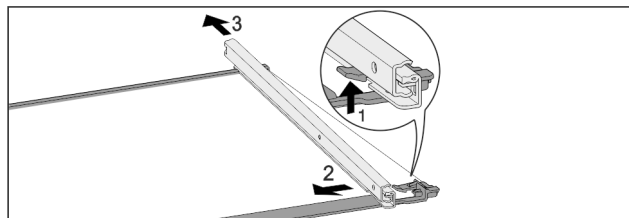

Fig. 84 Стеклянная пластина с направляющими
- ▶ Отожмите передний стопорный крючок вверх. Fig. 84 (1)
- ▶ Сдвиньте выдвижную направляющую в сторону Fig. 84 (2) и назад Fig. 84 (3).